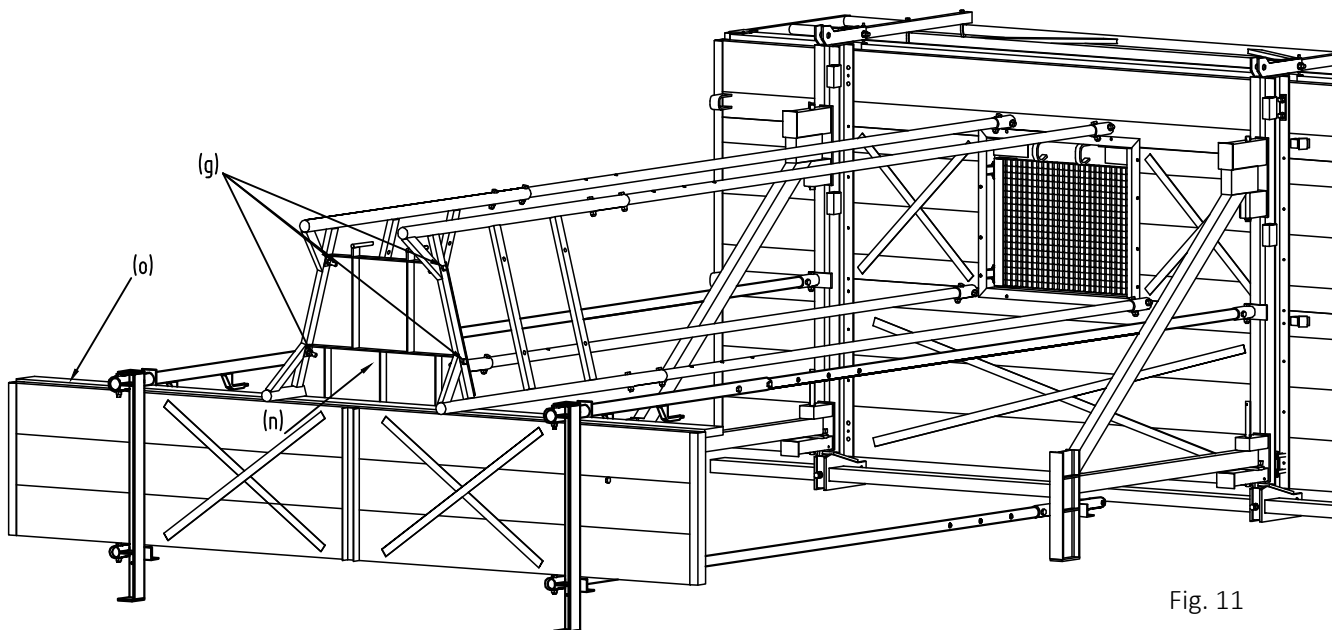

Fig. 11
- 11 Placer la planche de rive (o) sur la plateforme inférieure. Visser le plancher (n) de l'échelle d'accès aux parties latérales à l'aide de 4 vis M16x80 (g). Le plancher de l'échelle d'accès doit être situé au-dessus du fond de la plateforme inférieure (voir fig. 11).